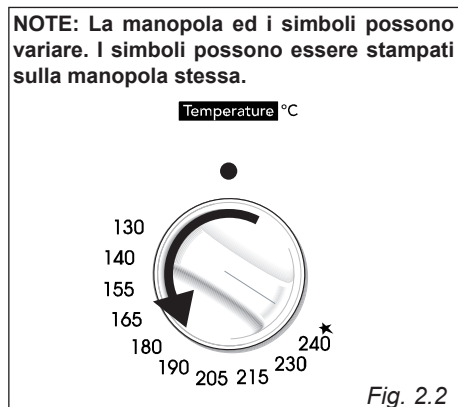

Fig. 2.2
“gas” (fig. 2.2) indicano in modo crescente il valore della temperatura del forno come indicato nella tabella sotto riportata.
- 2 – Premere leggermente la manopola del termostato e ruotarla in senso antiorario fino alla posizione massima in corrispondenza del simbolo ★ (fig. 2.2), quindi premere a fondo la manopola per attivare l'accensione elettrica e aprire l'erogazione del gas. **Non continuare mai questa operazione per più di 15 secondi. Se il bruciatore non si è acceso, attendere circa 1 minuto prima di ripetere l'accensione.**